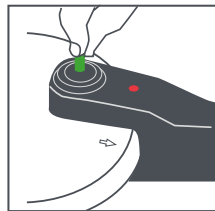

Fig. 13
La soupape de fonctionnement (3) (modèle Level). Il s'agit du piston vert avec des anneaux. Tirez dessus vers l'extérieur, vous noterez une légère résistance puis les anneaux indicateurs de pression apparaissent. En le lâchant, le piston revient à sa position initiale rapidement (Fig. 13).